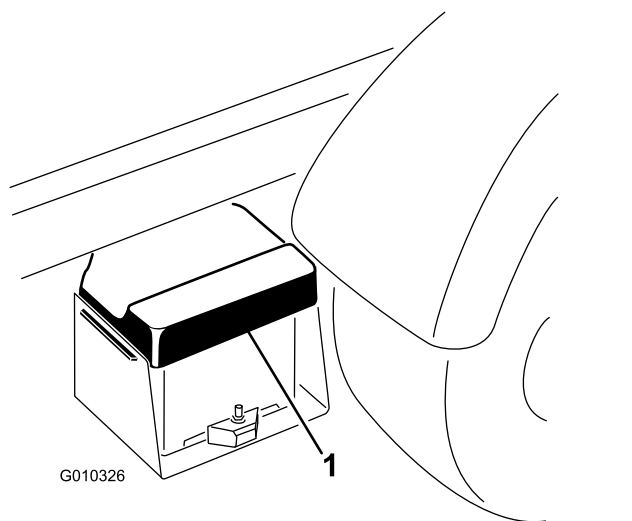

図 59
1. バッテリーカバーをたわめて、タブをバッテリーベースから外し、カバーをバッテリーから取り外す 図 59。